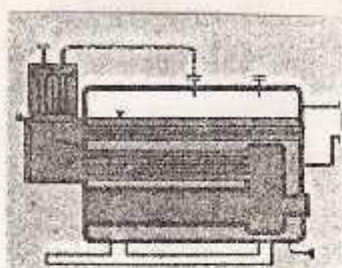

fig 14
3. Fondo húmedo: la cámara de retorno formada por un cuerpo cilíndrico y dos placas tubulares están totalmente refrigeradas por líquido saturado. fig 14